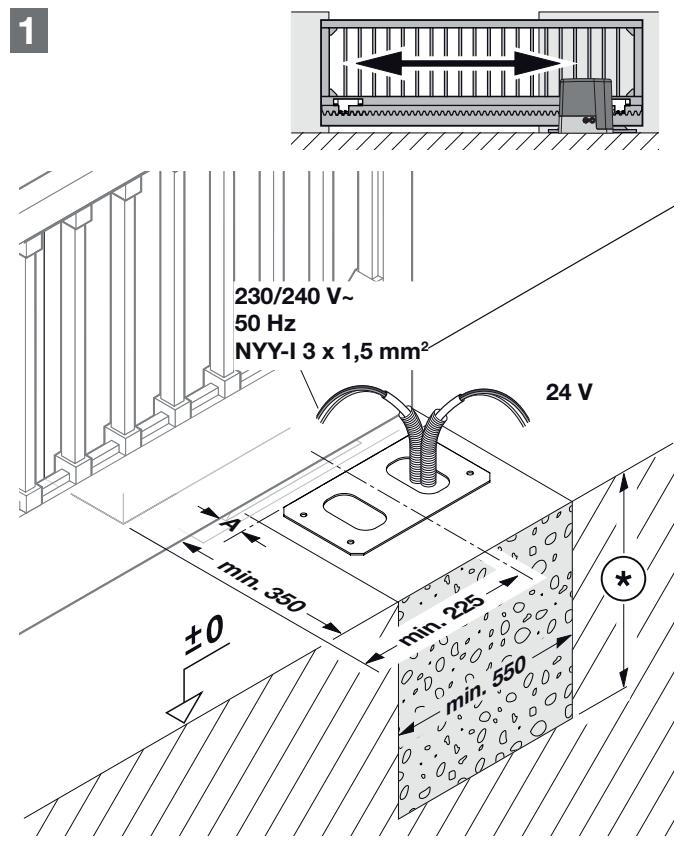
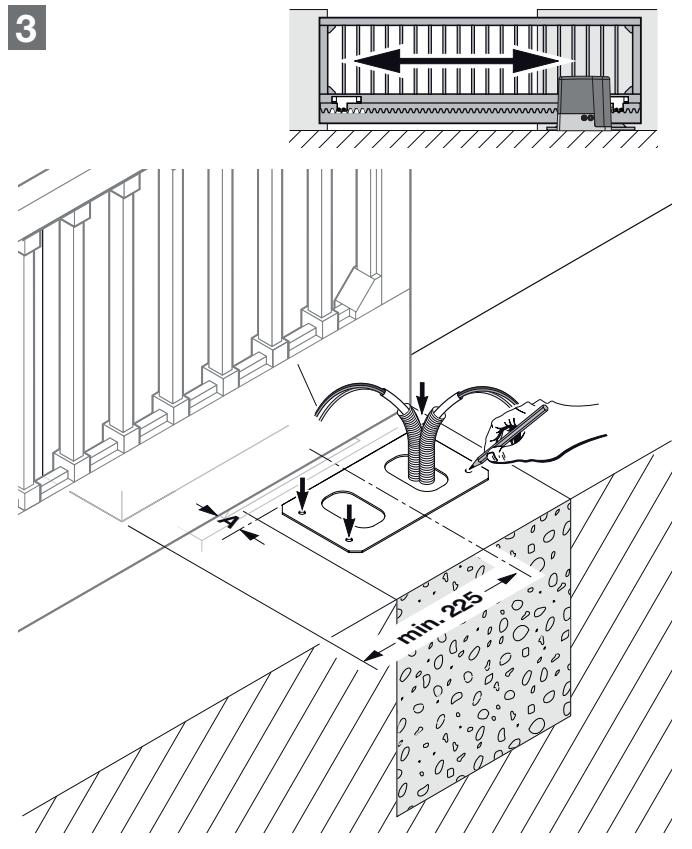

Bild 1 - Fundament
Bild 2 - Boden-Anker
- Für den Schiebetor-Antrieb ist es erforderlich, dass ein Fundament gegossen wird, sowie es im Bild 1 gezeigt ist. Die Markierung \odot steht hierbei für die frostfreie Tiefe (in Deutschland = 80 cm).
Das Betonfundament entsprechend den Einbaumaßen vorbereiten. Die Bodenanker in den Bohrungen der Metallgrundplatte befestigen und in die Zementfläche einsetzen. Einbaumaße unbedingt beachten! Siehe „**Bild 1 - Fundament**“ und „**Bild 2 - Boden-Anker**“.
Vor dem Bohren der vier Bohrungen muss deren Lage auf der Oberfläche des Fundaments gekennzeichnet werden. Hierzu Motorgrundplatte als Bohrschablone verwenden. Einbaumaße unbedingt beachten! Siehe „**Bild 1 - Fundament**“ und „**Bild 2 - Boden-Anker**“. Anschließend Dübellöcher bohren, die Bohrlöcher reinigen und Grundplatte mit geeignetem Montagematerial befestigen. Hierbei die Unterlegscheibe mit der Mutter gegen den Boden festziehen.